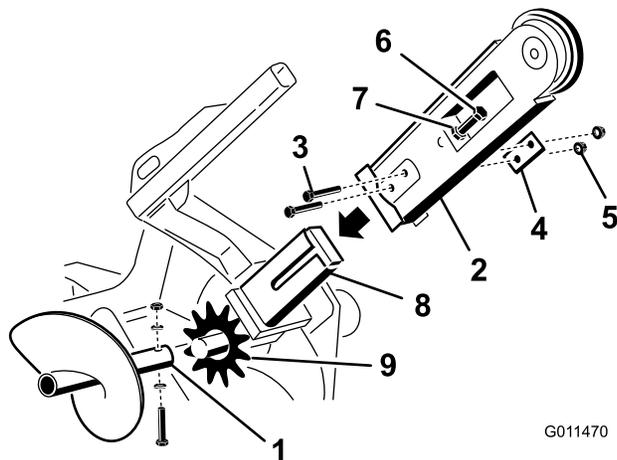

Figura 5
3. Rimuovete il bullone, le 2 rondelle curve e il dado che fissano la coclea, quindi rimuovete la coclea (Figura 5).
4. Togliete i due bulloni, i dadi e le rondelle doppie montate sulla parte laterale della barra (Figura 5).
1. Bullone – ½" x 3" (2)
2. Dado di bloccaggio – ½" (2)
5. Allentate il dado di regolazione e il controdado (Figura 5).